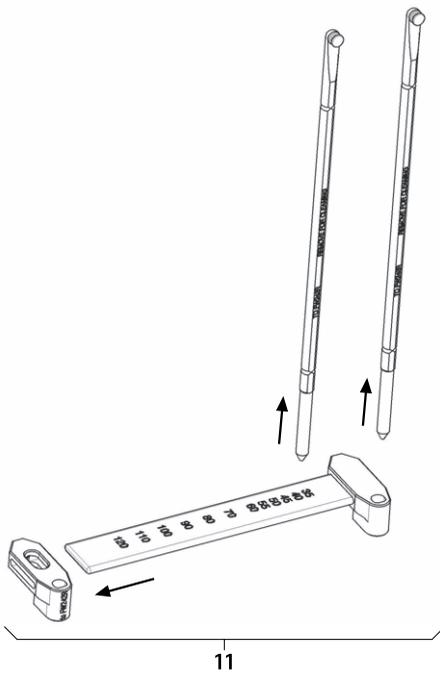

Abb. 7
- ▶ Stablängen-Messinstrument 11 demontieren, siehe Abb. 7.